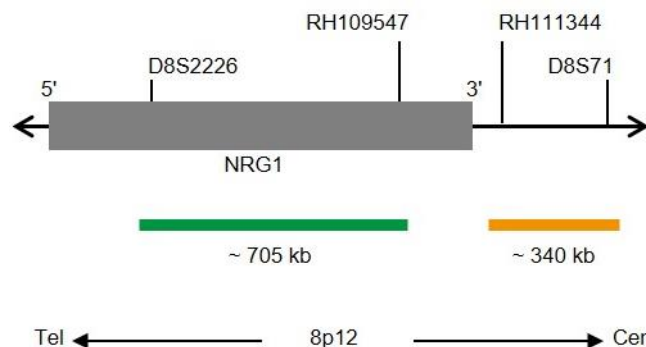

Fig. 1: SPEC NRG1 Mapa de la sonda (no está a escala)
- Polinucleótidos marcados en verde (excitación a 503 nm/emisión a 528 nm) ZyGreen (~10 ng/μl), dirigidos a secuencias localizadas en 8p12* (chr8:31,730,448-32,433,429) distales a la región del punto de ruptura de NRG1 (ver Fig. 1).
- Polinucleótidos marcados en naranja (excitación a 547 nm/emisión a 572 nm) ZyOrange (~4,5 ng/μl), dirigidos a secuencias localizadas en 8p12* (chr8:32,644,505-32,985,279) proximales a la región del punto de ruptura de NRG1 (ver Fig. 1).